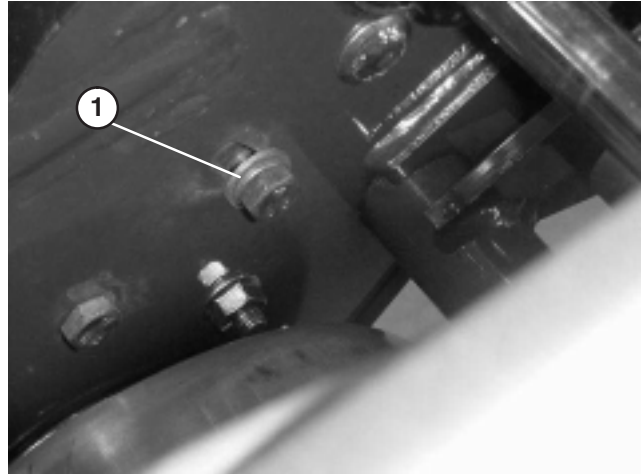

Figure 46
- A. Sur l'arrière de la plaque latérale, desserrez la vis de fixation de la patte de montage de la poulie de tension à la plaque latérale (Fig. 46).